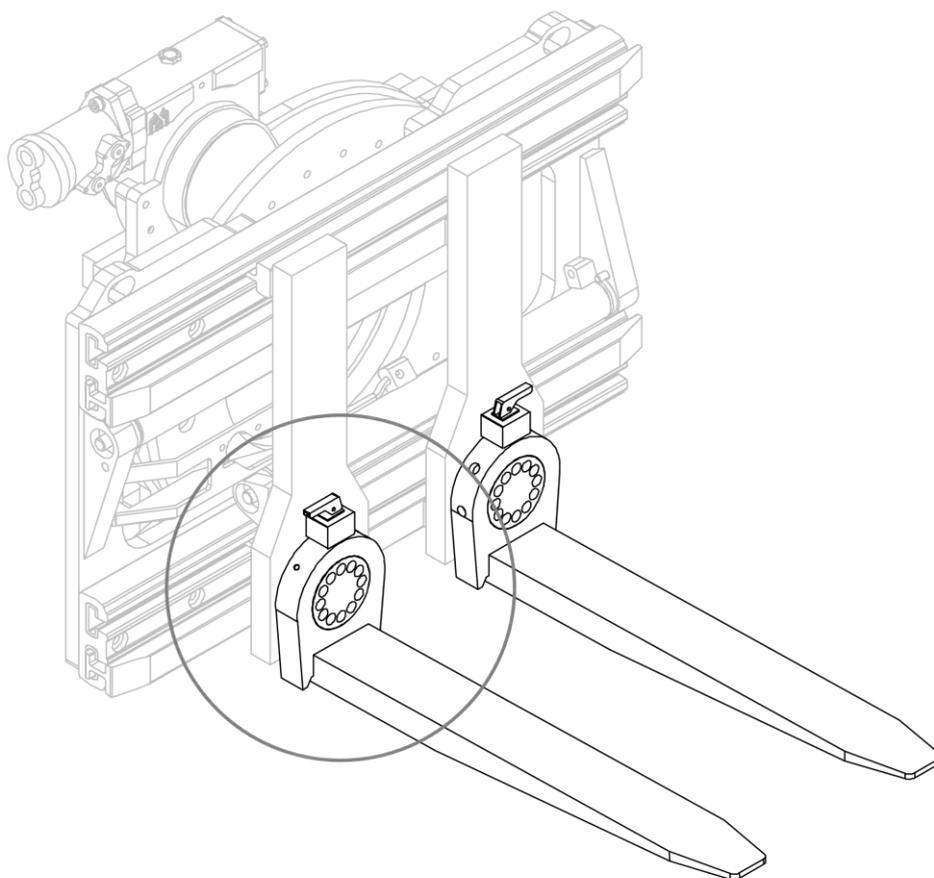
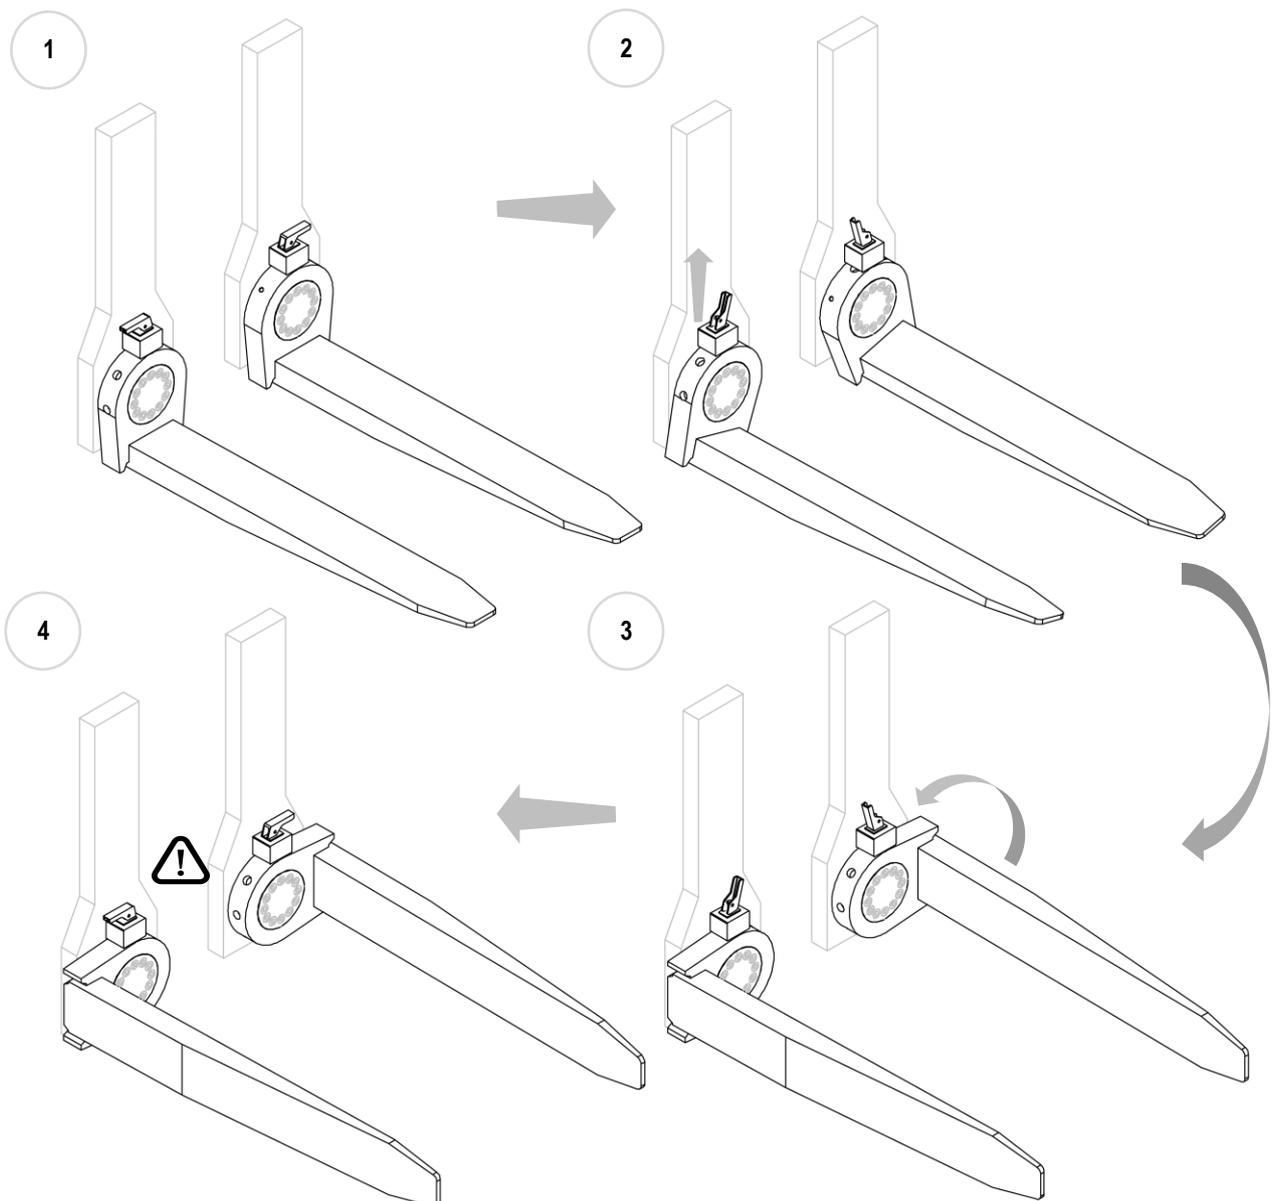

Abbildung 17
Abbildung 18
2. Beziehen Sie sich auf *Abbildung 17* und *Abbildung 18*.